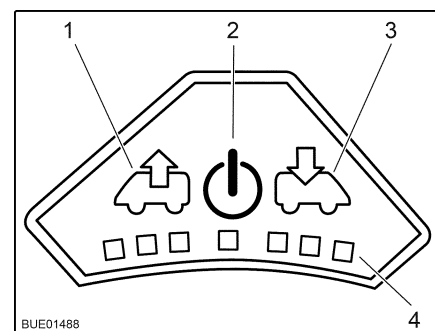

Bild 50 Fläktrégelge
- Slå på:** ■ Tryck på på/av-knappen (Bild 50,2). Fläkten går i komfortläge (vädring med lägsta fläktvarvtal).
- Avluftning:** ■ För att höja fläktvarvtalet: Tryck på vädringsknappen (Bild 50,1). Fläktvarvtalet i vädringsriktningen ökar en nivå. Lysdioderna (Bild 50,4) visar de olika nivåerna.
■ För att minska fläktvarvtalet: Tryck på ventilationsknappen (Bild 50,3). Fläktvarvtalet minskar en nivå.
- För att höja fläktvarvtalet: Tryck på ventilationsknappen (Bild 50,3). Fläktvarvtalet i ventilationsriktningen ökar en nivå. Lysdioderna (Bild 50,4) visar de olika nivåerna.
- För att minska fläktvarvtalet: Tryck på vädringsknappen (Bild 50,1). Fläktvarvtalet minskar en nivå.
- Tryck på på/av-knappen (Bild 50,2). Fläkten stannar och lamporna släcks.